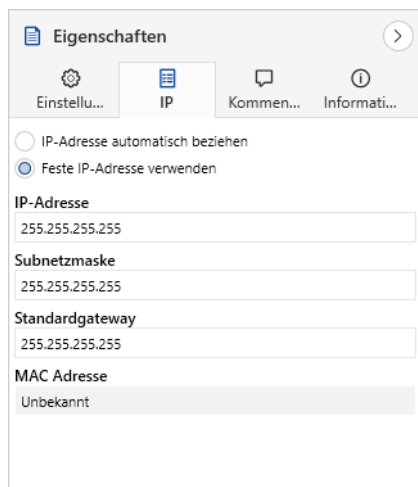

Bild 21: IP-Einstellungen
3. Die zur Verfügung stehenden Auswahlmöglichkeiten finden Sie in Bild 21 und in der Tabelle 10, „Einstellungen zur manuellen IP-Adressen-Eingabe oder zum automatischen Bezug,“ auf Seite 32.